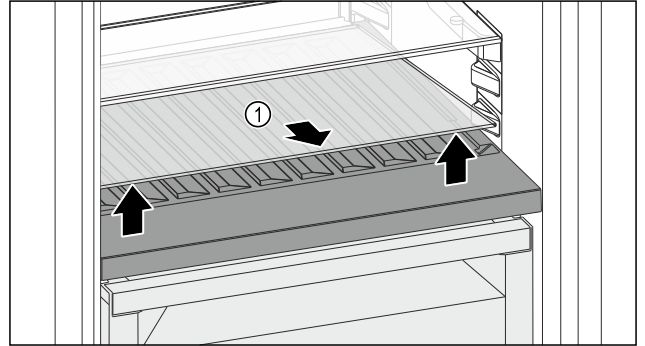

Fig. 165
- Nosta lasilevyä Fig. 165 (1) edessä olevasta syvennyksestä ja ota ulos.
- Säilytä lasilevyä Fig. 165 (1) turvassa laitteen ulkopuolella.
- Aseta lasilevy (2) muunneltavan pulloalustan alle.